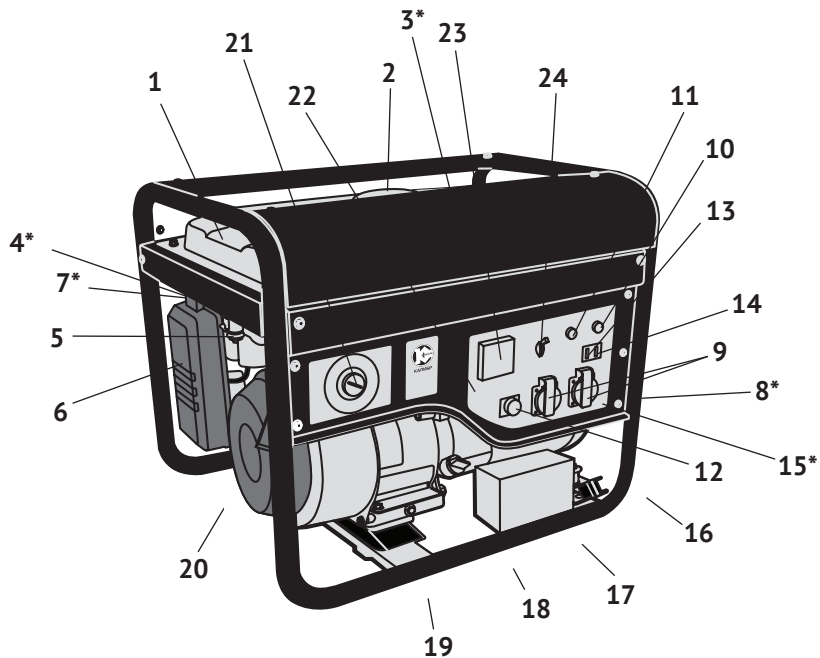

рис.1
Коленчатый вал, приводимый во вращение возвратно-поступательными движениями поршня двигателя, передаёт крутящий момент на вал якоря генератора. Передача осуществляется через коническое сопряжение ротора генератора и вала двигателя. При этом образуется самоцентрирующаяся трёхопорная схема соединения. С обмоток статора генератора напряжение подводится: через систему стабилизации на розетки переменного тока 230В (рис.1 поз.9) или через выпрямительный блок на розетку постоянного тока (рис.1 поз.14).
2.4 Общий вид бензогенератора представлен на рис.1
Соединение автоматического блока управления с бензогенератором производится специальным кабелем, подключаемым к разъёму (рис.1 поз.12) на панели управления (рис.1 поз.22) бензогенератора.
3.2 Бензогенератор оснащён одноцилиндровым четырёхтактным двигателем внутреннего сгорания с верхним расположением клапанов и нижним расположением коленчатого вала. Верхнее расположение клапанов снижает теплонапряжённость двигателя. При этом достигается более высокая выходная мощность в меньшем рабочем объёме при эффективном сгорании топлива. Двигатель имеет карбюраторную систему питания. Смазка осуществляется разбрызгиванием масла в картере. Пуск двигателя осуществляется или ручным тросовым возвратным стартёром (рис.1 поз.20) или ключом замка зажигания (рис.1 поз.21) электрического стартера.
3.4 Двигатель и генератор закреплены на трубчатой раме (рис.1 поз.16) через амортизаторы, что снижает вибрацию аппарата и уменьшает уровень шума при работе. Все элементы бензогенератора имеют удобный доступ для обслуживания и ремонта.
Во всех случаях защитное заземление должно иметь сопротивление не более 4-х Ом. Во время работы бензогенератора его клемма заземления (рис.1 поз.15) должна быть подсоединена к заземлителю. Практически это требование может быть реализовано следующими способами:
Выкрутите пробку-щуп (рис.1 поз.18) из маслозаливной горловины и залейте в картер масло необходимой марки до нижнего края горловины, как показано на рис.3. Вставьте сухой чистый щуп в горловину картера и выньте его. Проверьте уровень масла: